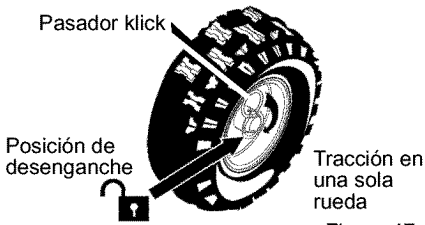

Figura 47
2. Para facilitar la maniobra de la unidad en condiciones de nieve ligera, desconecte el **pasador click** de la **posición de enganche** de la rueda e introdúzcalo en el agujero para tracción de una rueda (**desenganche solamente el agujero del eje**). Figura 47.